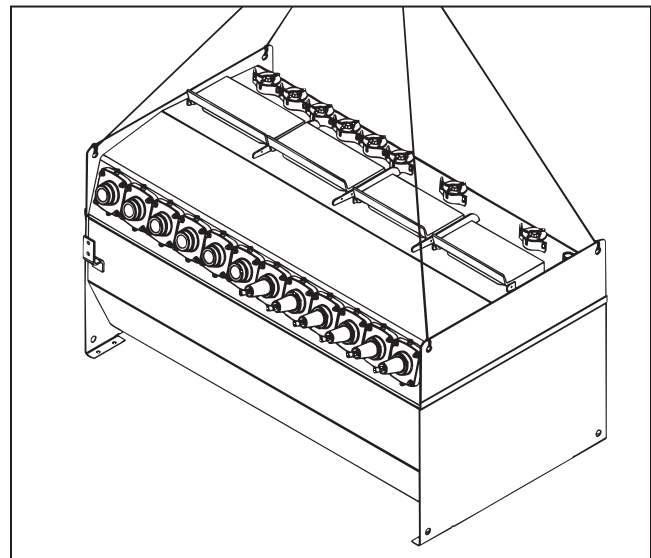

Figura 2. Izado correcto del gabinete para el interruptor estilo pedestal.
- PASO 2.** Utilice un método de levantamiento de cuatro puntos para balancear el equipo correctamente. Ver Figura 2 en la página 8.